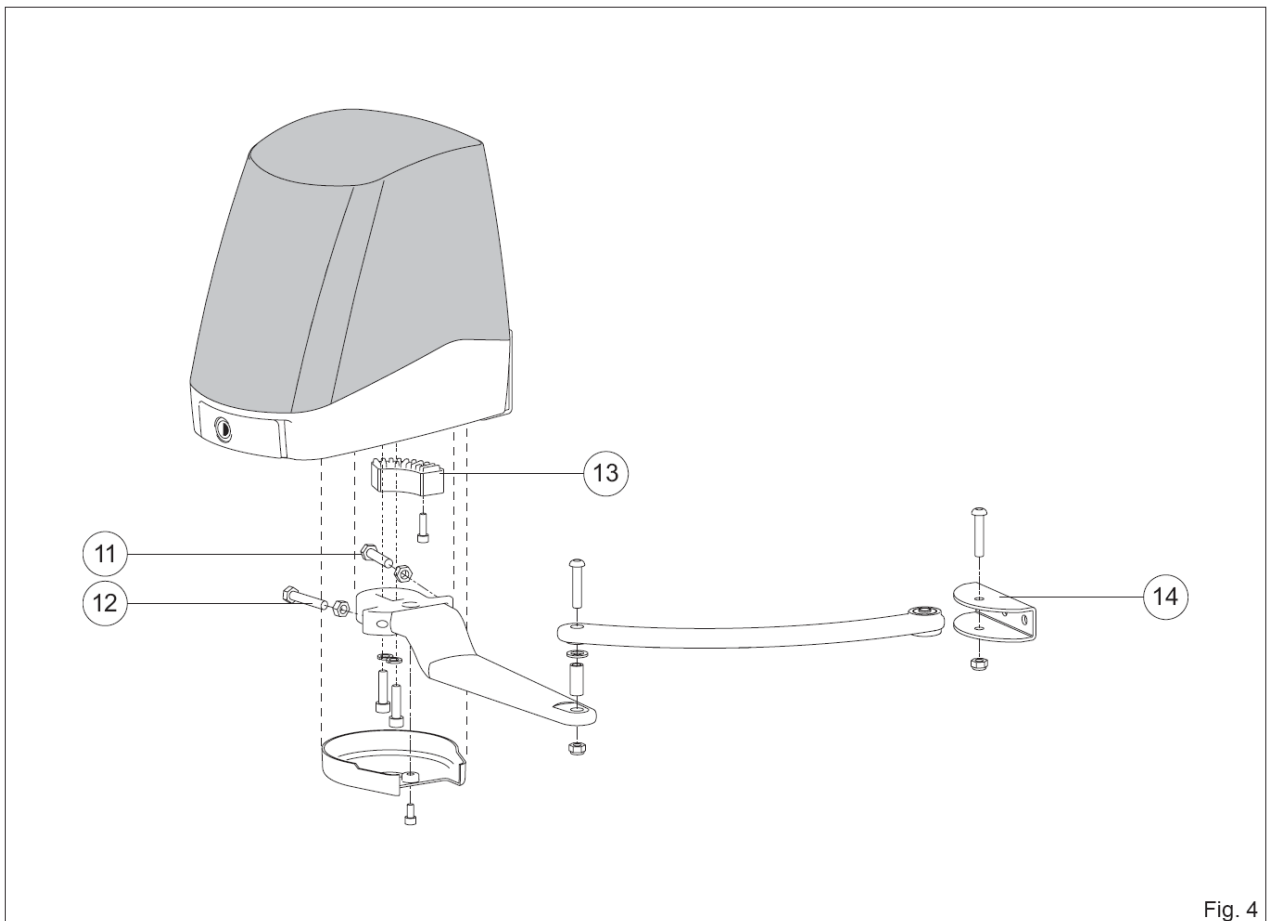

Fig. 4
- Szükség esetén a [13] ütközőn lévő [11] és a [12] csavarokkal állítsa be a kapuszárny nyitott és zárt helyzetét, ahogy azt a fig. 4 ábra mutatja.